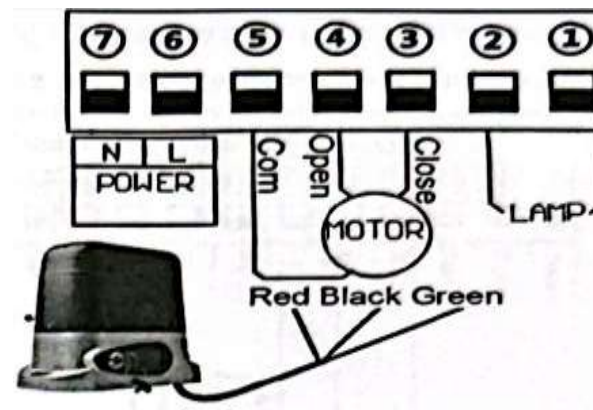

Fig. 7
6.2.1. Instale el motor a la derecha de la puerta. (Ver Fig. 7)